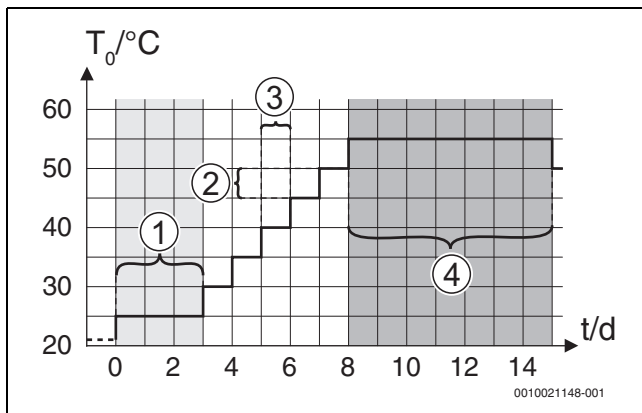
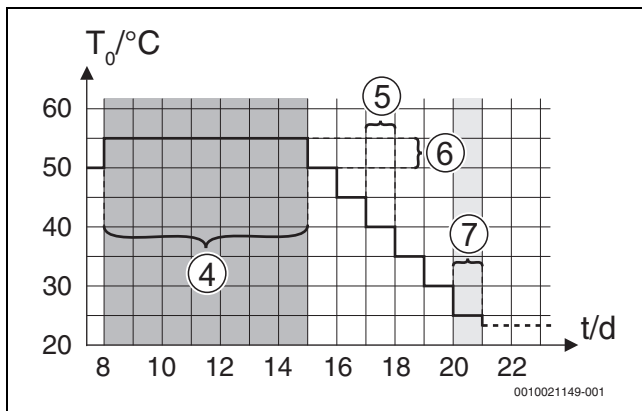

Bild 8 Urtorkningens förlopp med fabriksinställningar i uppvärmningsfasen
Bild 9 Urtorkningens förlopp med fabriksinställningar i nedkylningsfasen
**Förklaring till bild 8 och bild 9:**
Väntetid innan start	Hoppa över fas: Urtorkningen för golvbeläggning startar direkt för de utvalda värmekretsarna. [1 ... 50] dagar: Urtorkningen för golvbeläggning startar efter den inställda väntetiden. De valda värmekretsarna är frånkopplade under väntetiden, frostskyddet är aktivt (→ bild 8, tid före dag 0)
Tab. 7 Inställningar i meny Urtorkning (bild 8 och 9 visar fabriksinställningar för torkprogrammet för golvbeläggning)